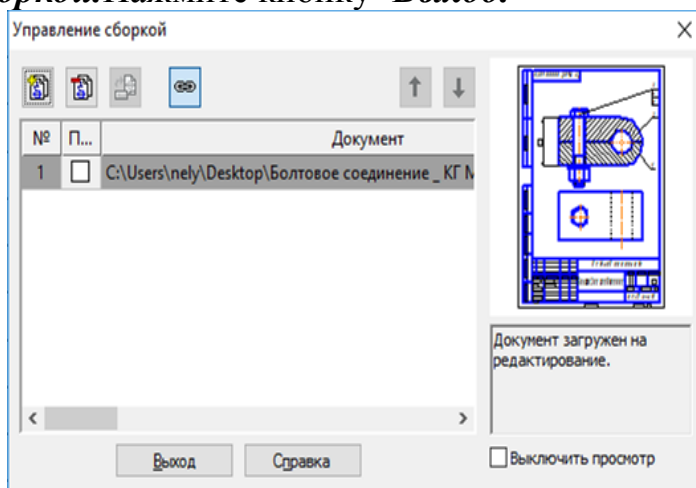

Рисунок 8.
19. Подключение сборочного чертежа. Нажмите кнопку  **Управление сборкой** на инструментальной панели **Спецификация**. В окне управление сборкой нажмите кнопку  **Подключить документ** (рисунок 8). В диалоге открытия файлов укажите файл сборочного чертежа и нажмите кнопку – **Открыть**. Подключенный документ отобразится в списке окна **Управление сборкой**. Нажмите кнопку - **Выход**.